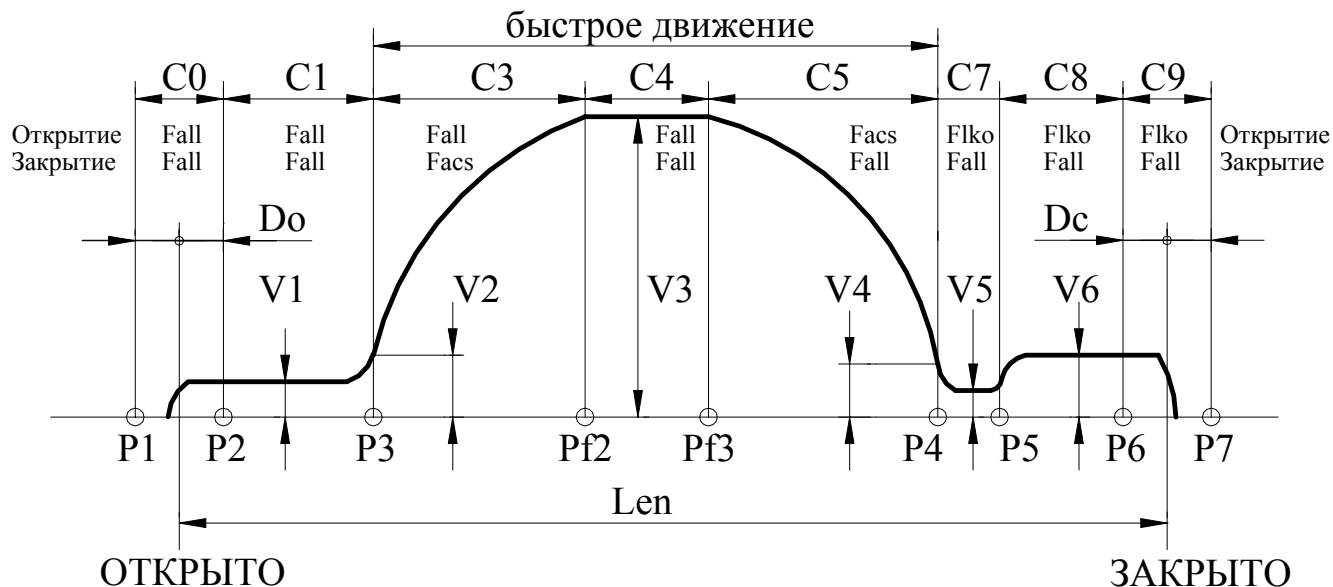

Рис.3. Траектория движения.
- **E0L** – переезд зоны полного открытия (**C0, рис.3**) или полного закрытия (**C9, рис.3**). *Синхронизация* в этом случае выключается. Ошибка сбрасывается при смене кода направления движения. При повторном неоднократном возникновении данной ошибки нужно провести **измерение проема**, если затем эта ошибка все равно будет возникать, необходимо проверить механику привода.
3.6.1. Рис.3, на котором показана траектория движения, отслеживаемая *Устройством*, поясняет назначение многих параметров, рассмотренных ниже. На рис.3 отображено также распределение сил на участках траектории отдельно при открытии и при закрытии (при переходе в режим удержания устанавливается соответствующая сила удержания).
- Если Var_sl=1, то точка препятствия запоминается и происходит замедление скорости движения при подходе к точке препятствия до $Vbar$. При отсутствии препятствия в том же месте, дальнейшее движение происходит по кривой, указанной на **рис.3**.
3.6.5.14. **Номер D** – C_vko (мм) – дополнительное смещение точки **P2(рис.3)** для расширения диапазона удержания сигнала ВКО.
3.6.5.15. **Номер E** – C_vkz (мм) – дополнительное смещение точки **P6(рис.3)** для расширения диапазона удержания сигнала ВКЗ.